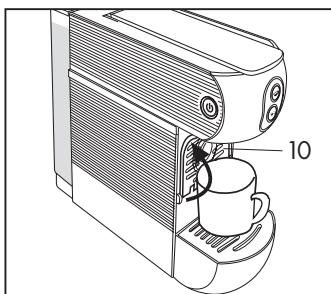

Fig. 5
- Chiudere il supporto tazza piccola (10) e posare una grande tazza vuota sotto il beccuccio erogatore (4). **(Fig. 5)**
Aprire il supporto (10) per preparare correttamente un caffè espresso e per utilizzare le tazze piccole **(Fig. 7)**. Per l'utilizzo di tazze grandi, chiudere il supporto (10) e posizionare la tazza direttamente sulla griglia raccogligocce (5). **(Fig. 5)**